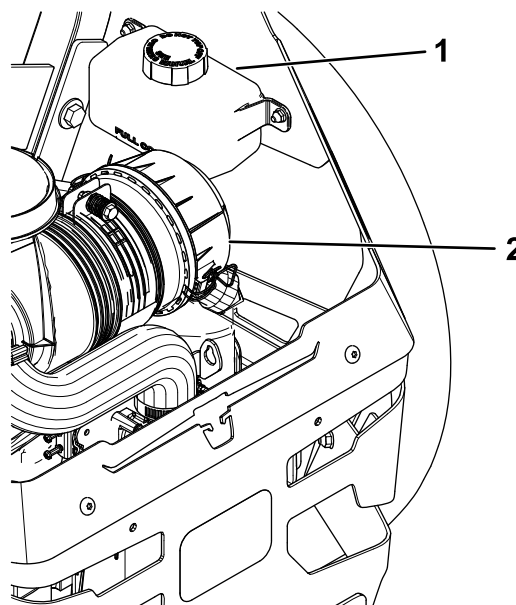

Figure 84
2. Vérifiez le niveau dans le vase d'expansion et faites l'appoint d'huile Toro® HYPR-OIL™ 500 au besoin pour faire monter le niveau jusqu'au repère maximum à froid (FULL COLD) (Figure 84).